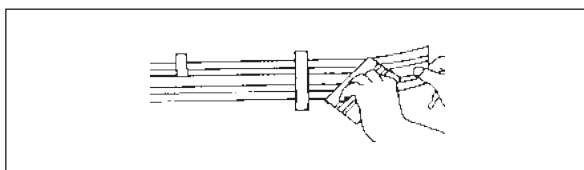

Fig. 31
6. Applicare, partendo dal centro della cerniera e procedendo verso l'esterno. Tenere la fascia lontano dalla superficie con una mano e lasciare che l'adesivo tocchi la superficie solamente durante la spatolatura. Fig. 31